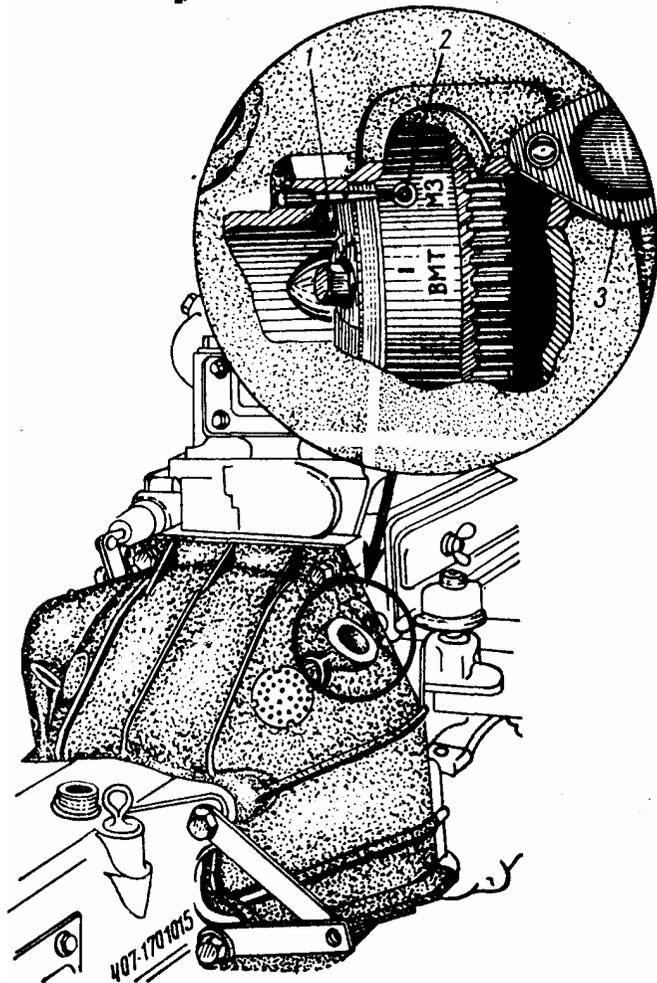

Рис. 18. Смотровое окно в картере сцепления и установочные метки на обode маховика
2. Установить поршень первого цилиндра (считая от радиатора) в верхнюю мертвую точку (в. м. т.) такта сжатия (оба клапана закрыты), повернув пусковой рукояткой коленчатый вал двигателя так, чтобы метка, нанесенная на ободу маховика, — черта с обозначением ВМТ (рис. 18) — совместилась с острием 7 штифта, закрепленного в смотровом люке картера сцепления*.
* С целью показать обе установочные метки, имеющиеся на ободу маховика, на рис. 18 с острием штифта 1 совмещена метка МЗ (момент зажигания), а не метка ВМТ.
Для проверки установки момента зажигания вывертывают свечу первого (считая от радиатора) цилиндра и закрывают свечное отверстие в головке блока пробкой из смятой бумаги. Далее открывают крышку 3 (см. рис. 18) смотрового окна на картере сцепления и медленно вращают коленчатый вал двигателя пусковой рукояткой до начала такта сжатия в первом цилиндре, которое определяют по выгаливанию бумажной пробки, закрывающей свечное отверстие. Продолжая вращать вал, устанавливают поршень первого цилиндра в положение, соответствующее моменту проскакивания искры на электродах свечи (10° до в. м. т.), при котором метка МЗ на маховике (запрессованный в обод шарик 2) совпадает с острием штифта, закрепленного в смотровом окне картера сцепления. В этом положении коленчатого вала ослабляют стяжной винт хомутка пластины крепления корпуса распределителя, снимают крышку распределителя и устанавливают октан-корректор в среднее положение, совместив с торцом горловины корпуса распределителя четвертое деление шкалы корректора.